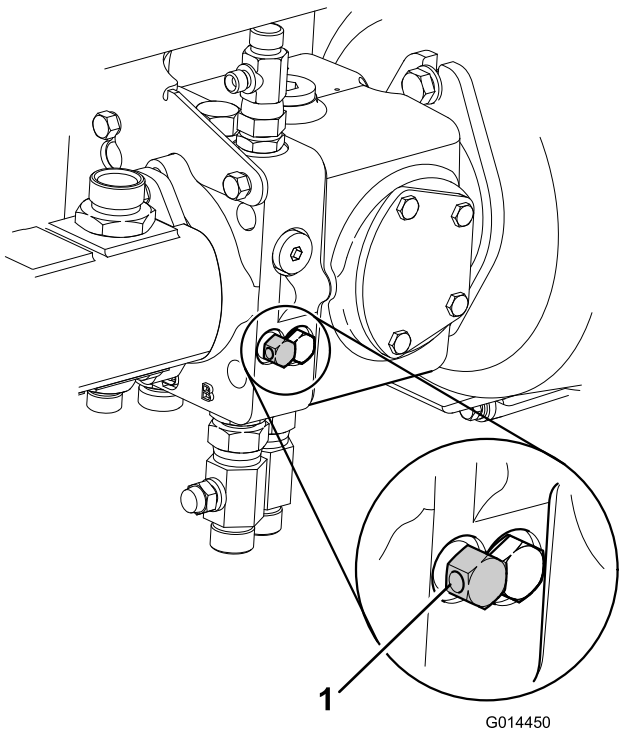

**Figure 46**
6. Identifiez le frein à disque du moteur de roue avant gauche et répétez la procédure précédente (Figure 46).